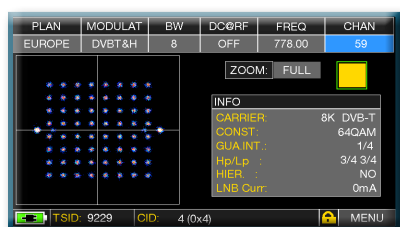

Fig. 4:
N.B.* Esempi sopra con un segnale DVB-T OFDM 8k con Bandwidth 8 MHz e un Guard Interval di 1/8, questi dati li trovate indicati negli Strumenti ROVER alla destra della Costellazione, vedi sotto Fig. 4.